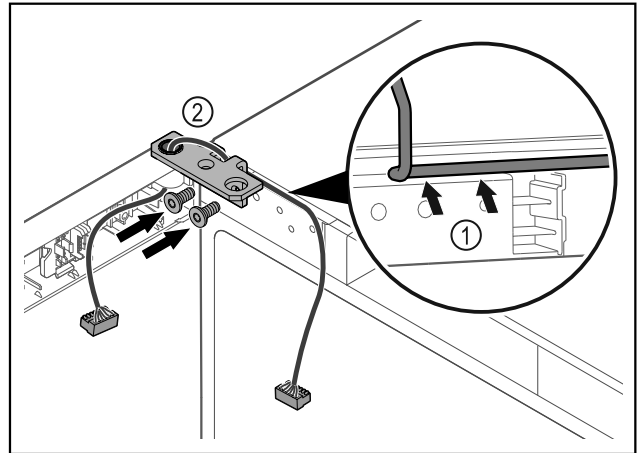

Fig. 39
- Kabel door de uitsparing van de scharnierhoek leiden en voorzichtig monteren Fig. 39 (1).
- Scharnierhoek Fig. 39 (2) vastschroeven.